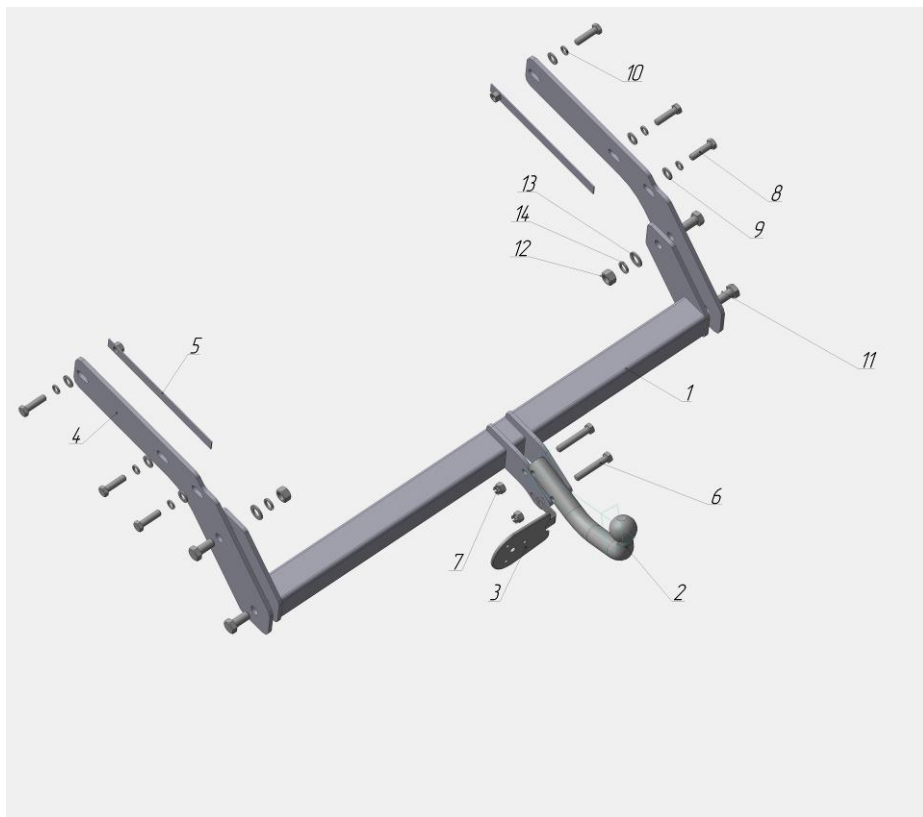

Рис.1
- вывернуть болты крепления кронштейнов трубной защиты и установить кронштейны ТСУ (поз.4 Рис.1)